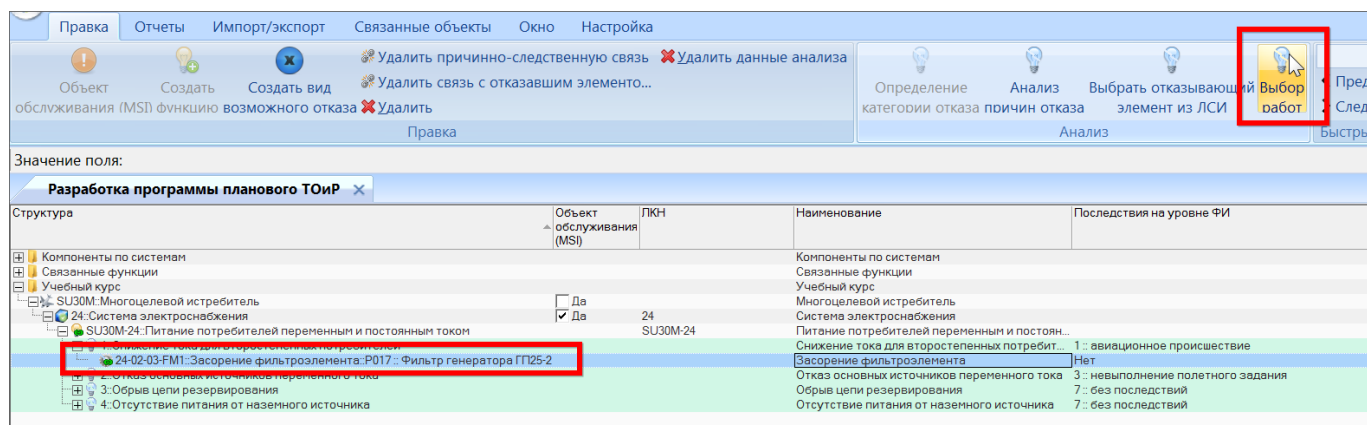

Рис. 11-23 – Открытие окна для определения видов работ
- 2) Выбрать в нем КО и нажать кнопку «Выбор работ» панели «Анализ» (рис. 11-23).